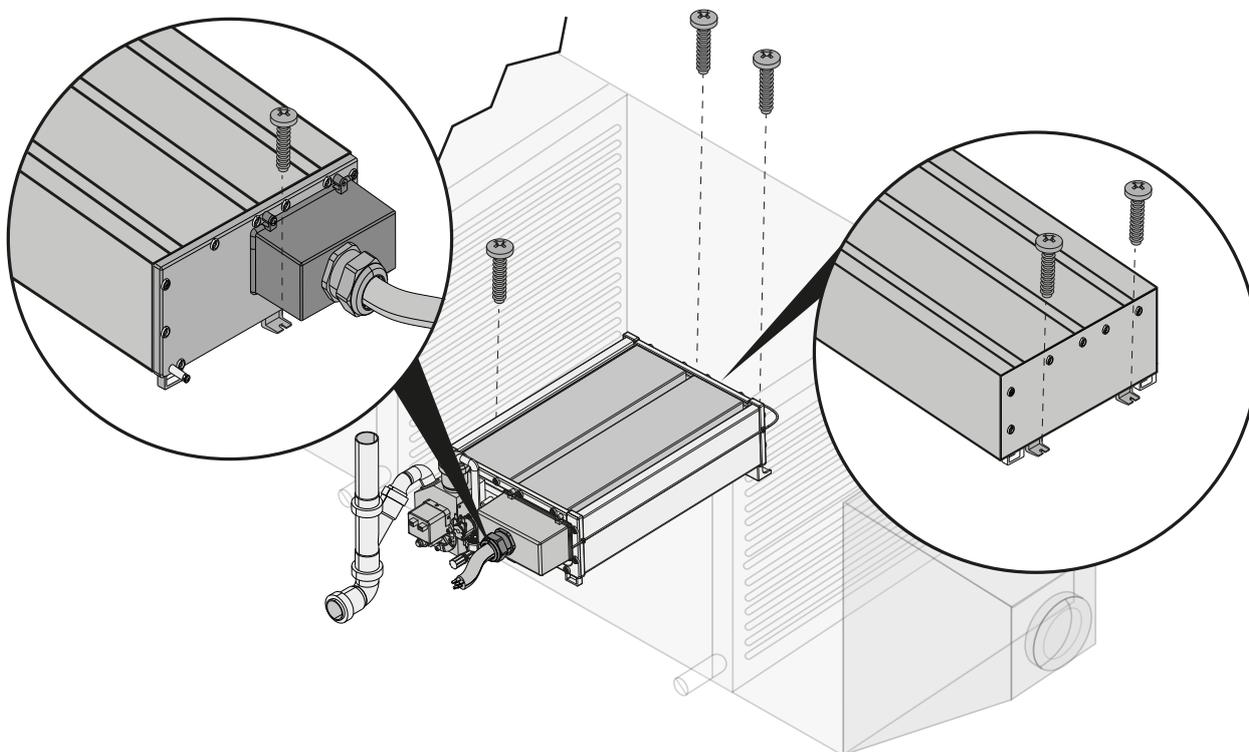

Fig. 7. Montaje de la unidad hidráulica
- Fijar la unidad hidráulica introduciendo 3 tornillos en los ganchos de fijación (ver "**FIG. 7. MONTAJE DE LA UNIDAD HIDRÁULICA**" A PAGINA 17) (No obligatorio);